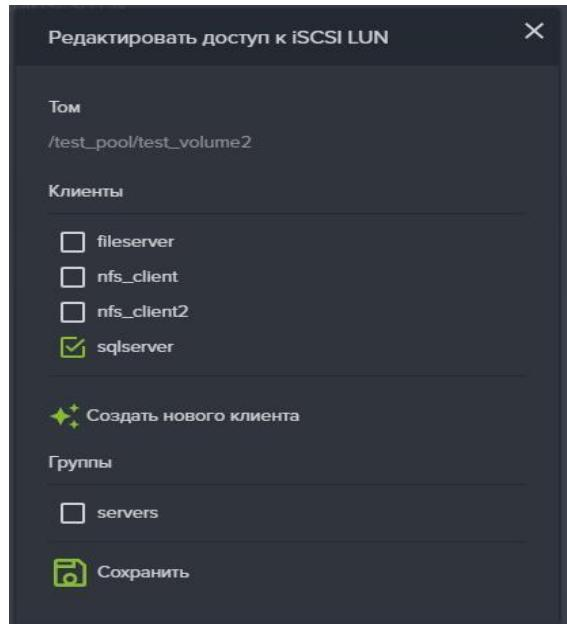

Рисунок 115. Окно редактирования доступа к iSCSI луну
4. Нажмите на кнопку «Создать нового клиента» (см. Рисунок 115), откроется окно: Создать клиента;